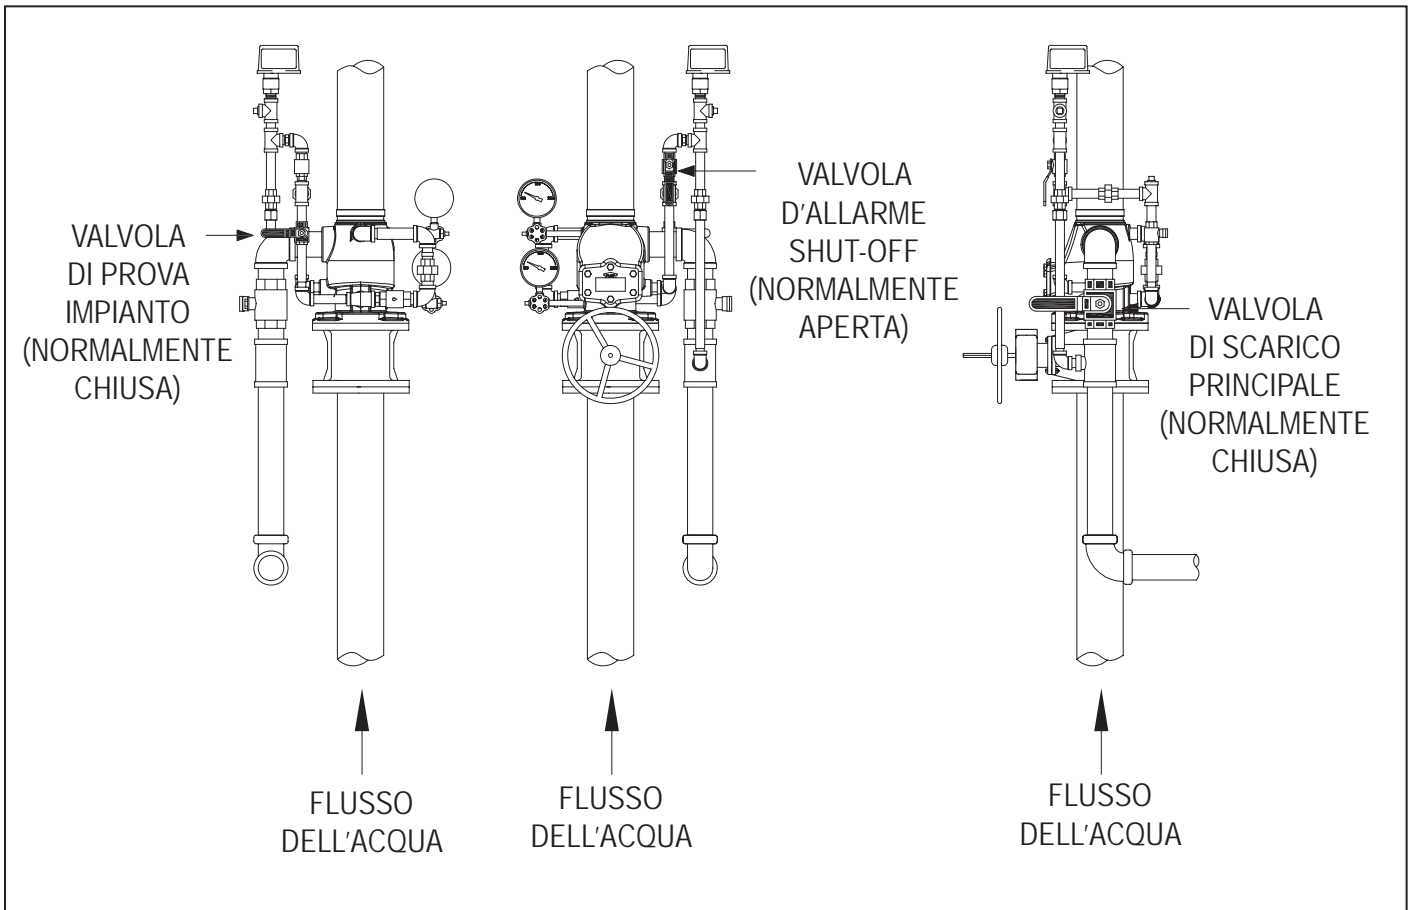

Figura 44
9. Verificare che la pressione dell'acqua normale sia stata ripristinata e che tutti i dispositivi d'allarme e le valvole, siano assicurate nella loro normale posizione operativa (Figura 44).